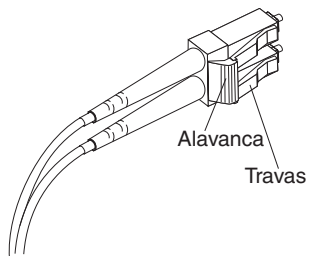

Figura 3-20. Alavanca e Travas do Cabo Fibre Channel LC-LC
1. Na extremidade do cabo que se conecta à extremidade do conector LC do adaptador do cabo LC-SC, mantenha pressionada a alavanca para soltar as travas. A Figura 3-20 na página 3-15 mostra o local da alavanca e das travas.